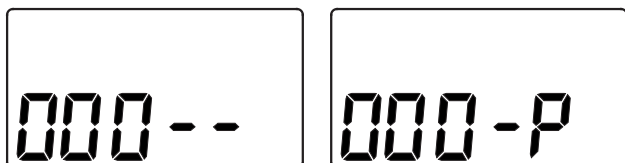
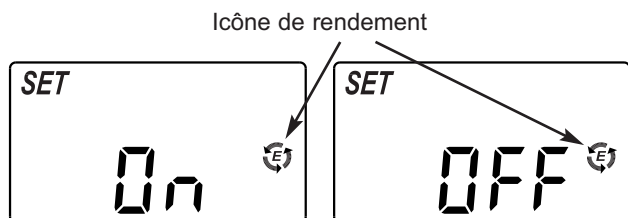

FIG. 24
FIG. 25
1. Appuyez sur le bouton CHOISIR et maintenez-le enfoncé jusqu'à ce que l'écran de la figure 24 s'affiche. Lorsque l'écran affiché, appuyez de nouveau sur le bouton CHOISIR et l'un des deux écrans de la figure 25 s'affichera.
1. Appuyez sur le bouton CHOISIR et maintenez-le enfoncé jusqu'à ce que l'écran de la figure 24 s'affiche.